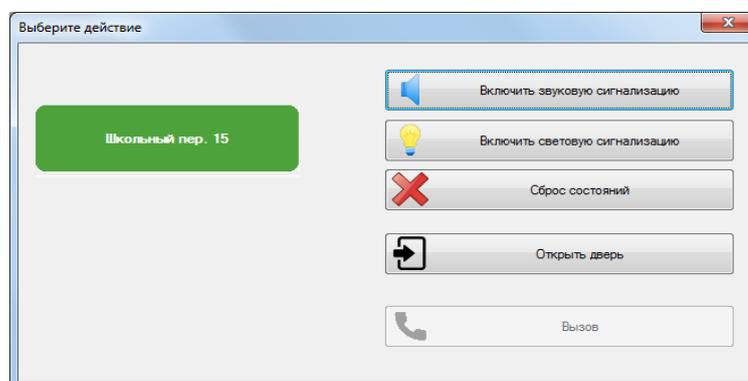

Рис.21 Окно выбора действий
5.2.3 На экране ПК АРМа появится перечень действий удаленного диспетчера (рис.21):